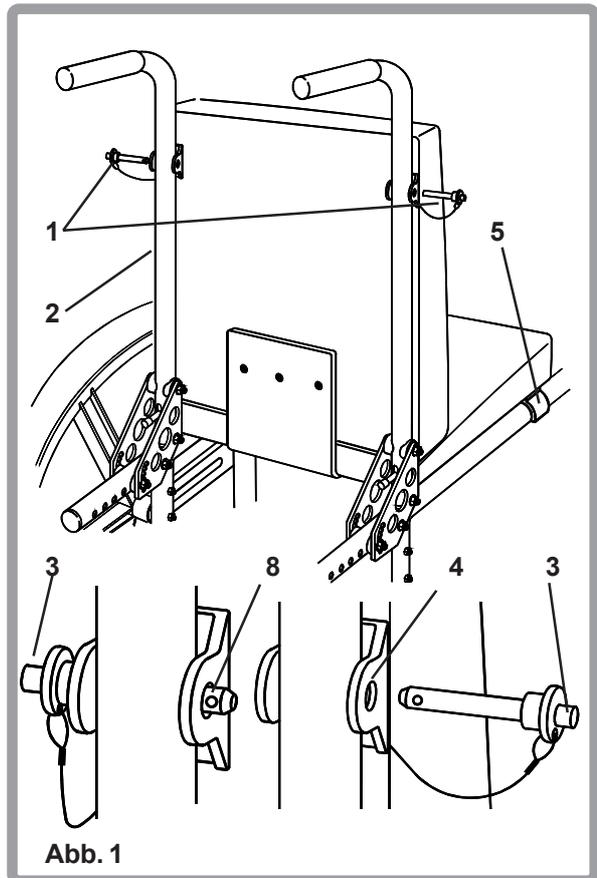

Abb. 1
Um die Sitz-/Rückeneinheit auszubauen, müssen Sie als erstes die beiden Arretierungsstifte (1) demontieren (Abbildung 1), Drücken Sie dazu auf den Entriegelungsknopf (3) und ziehen Sie die Stifte aus den Halterungen (4). Durch anheben der Sitz- /Rückeneinheit lösen sich die Führungsclips (5) vom Rahmen und die Einheit kann von den Rückenrohren (2) getrennt werden (Abbildung 1).